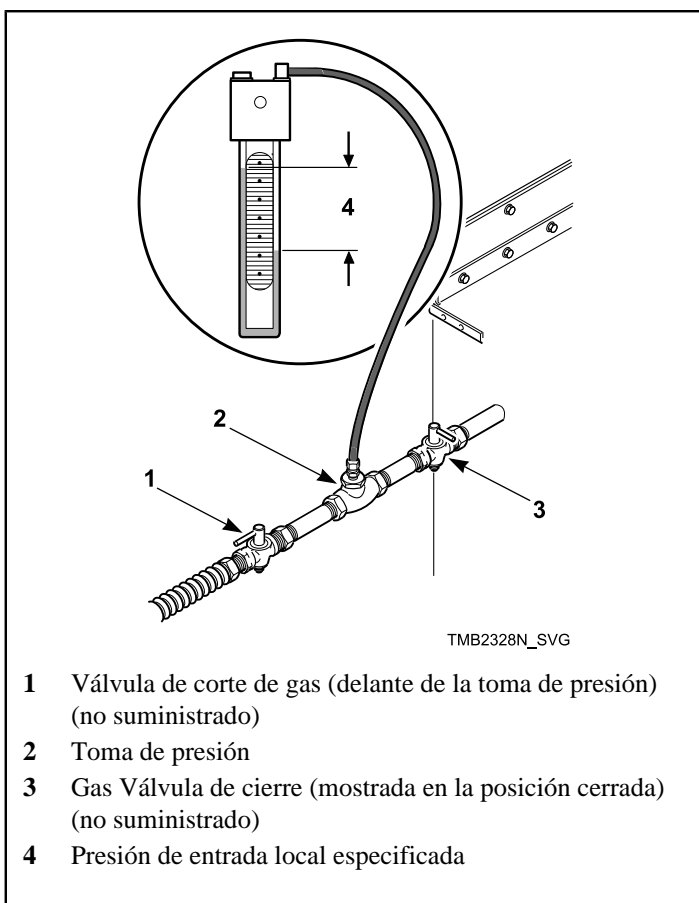

Figura 7
1. Desconecte la corriente eléctrica de la secadora. Cierre la válvula de corte de la secadora. Consulte la *Figura 7*.